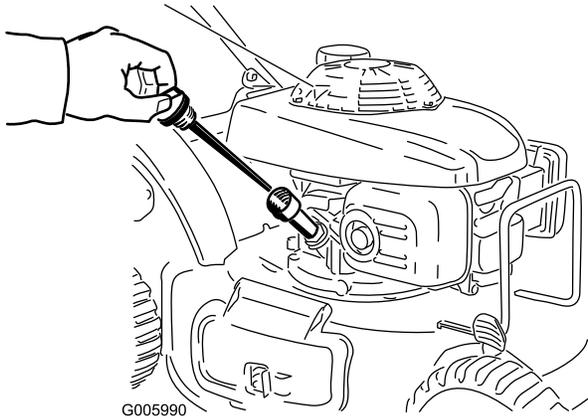

Figure 12
1. Retirez la jauge (Figure 12).
2. Versez de l'huile **avec précaution** dans le tube de remplissage d'huile, en vérifiant régulièrement le niveau sur la jauge, jusqu'à ce que la jauge indique que le moteur est plein, comme illustré (Figure 12). **Ne remplissez pas excessivement.** (Remplissage max. : 0,55 l (20 oz), type : huile détergente SAE 30W de classe de service API SH, SJ, SL ou supérieure.)